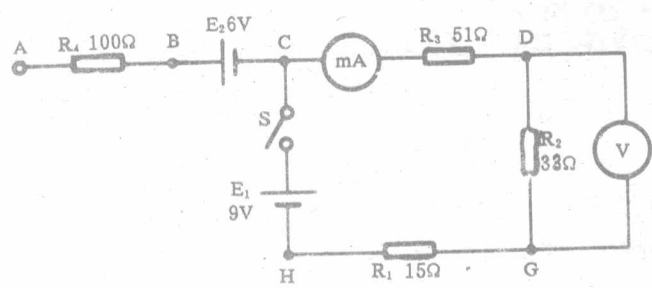

图 1-1 电流、电位与电压的测量实验电路
实验电路如图 1-1 所示。
- 按图 1-1 在实验板上接线。